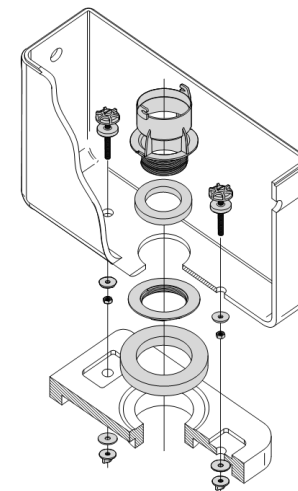

Рис.2
- установить крепёжные болты 13 в монтажные отверстия бачка согласно указанной на рис. 2 последовательности (обратите внимание на необходимость промежуточного крепления болтов к бачку). Прикрепите бачок к унитазу, равномерно с обеих сторон затягивая гайки на крепёжных болтах до упора.